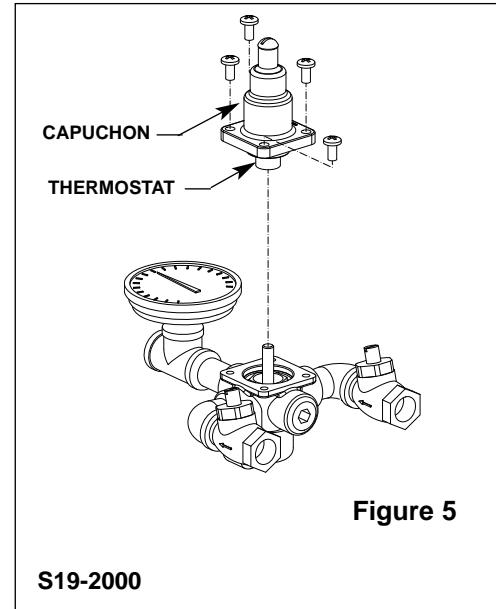

Figure 5
1. Enlever le capuchon de robinet et le thermostat (voir Figure 5).
1. Enlever le capuchon et le thermostat (voir Figure 5, page 16).